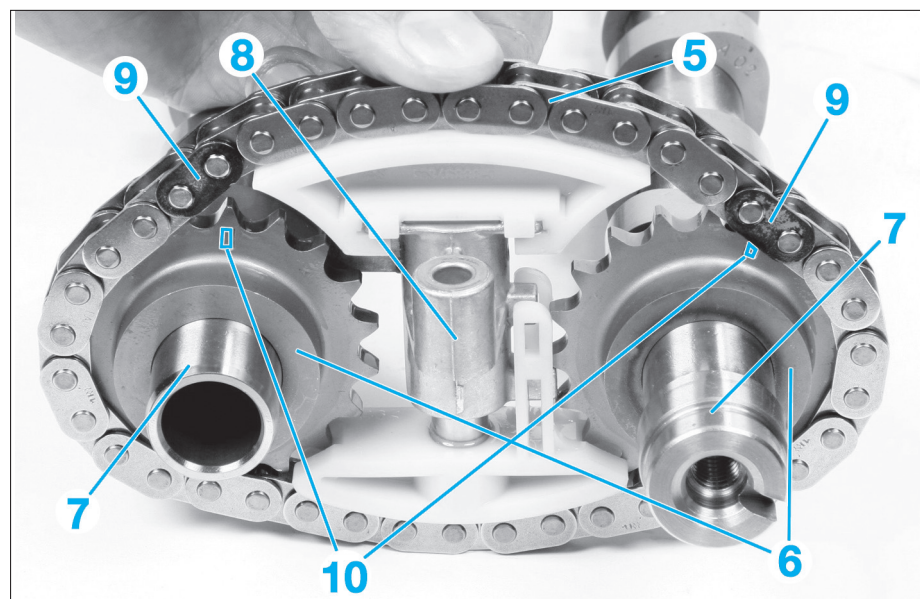
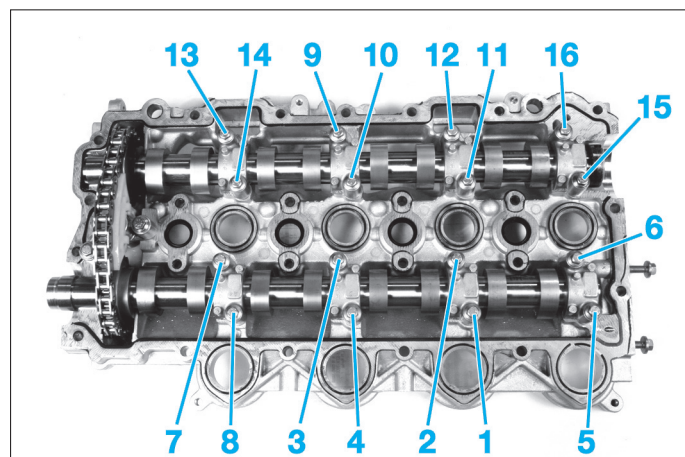

FIG. 69
FIG. 70
- Positionner la chaîne (5) sur les pignons (6) d'arbre à cames (7) et le tendeur de chaîne (8) (Fig.69).
- Faire coïncider les maillons repérés (9) en noir avec les repère (10) des dents des pignons d'arbre à cames.
- Serrer les chapeaux de paliers d'arbre à cames au couple et dans l'ordre prescrit (Fig.70).
Vérifier que les maillons (9) repérés en noir sont en regard avec les dents repérées en (10) des pignons d'entraînement des arbres à cames (Fig.69). Dans le cas contraire recommencer l'opération de repose des arbres à cames.